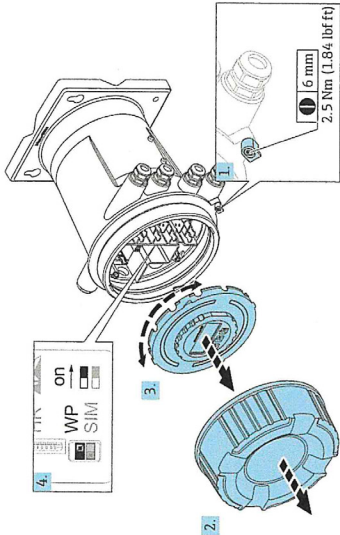

Abbildung 12: Versiegelung durch Umlegen des Eichschalters
Die elektronische Versiegelung des Tank Side Monitors NRF81 erfolgt über den in Abbildung 12 gekennzeichneten Schreibschutz-Schalter (WP).